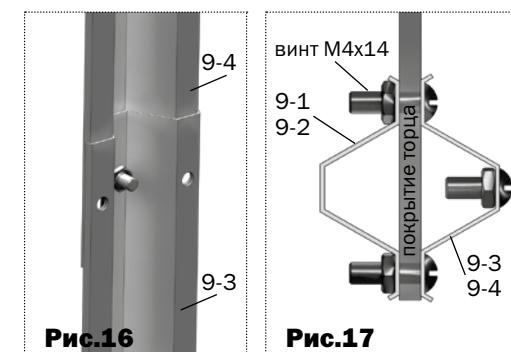
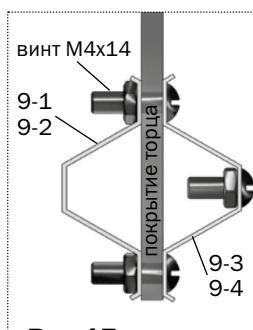

Рис.16
Рис.17
- Соедините детали **9-3** и **9-4** (**рис.16**) и установите их в соответствии с **рис.17** и **рис.20**, оставляя отверстия под вертушки. Вырежьте куски покрытия для установки над дверными проемами и установите их, закрепив шайбами (**рис.21**).